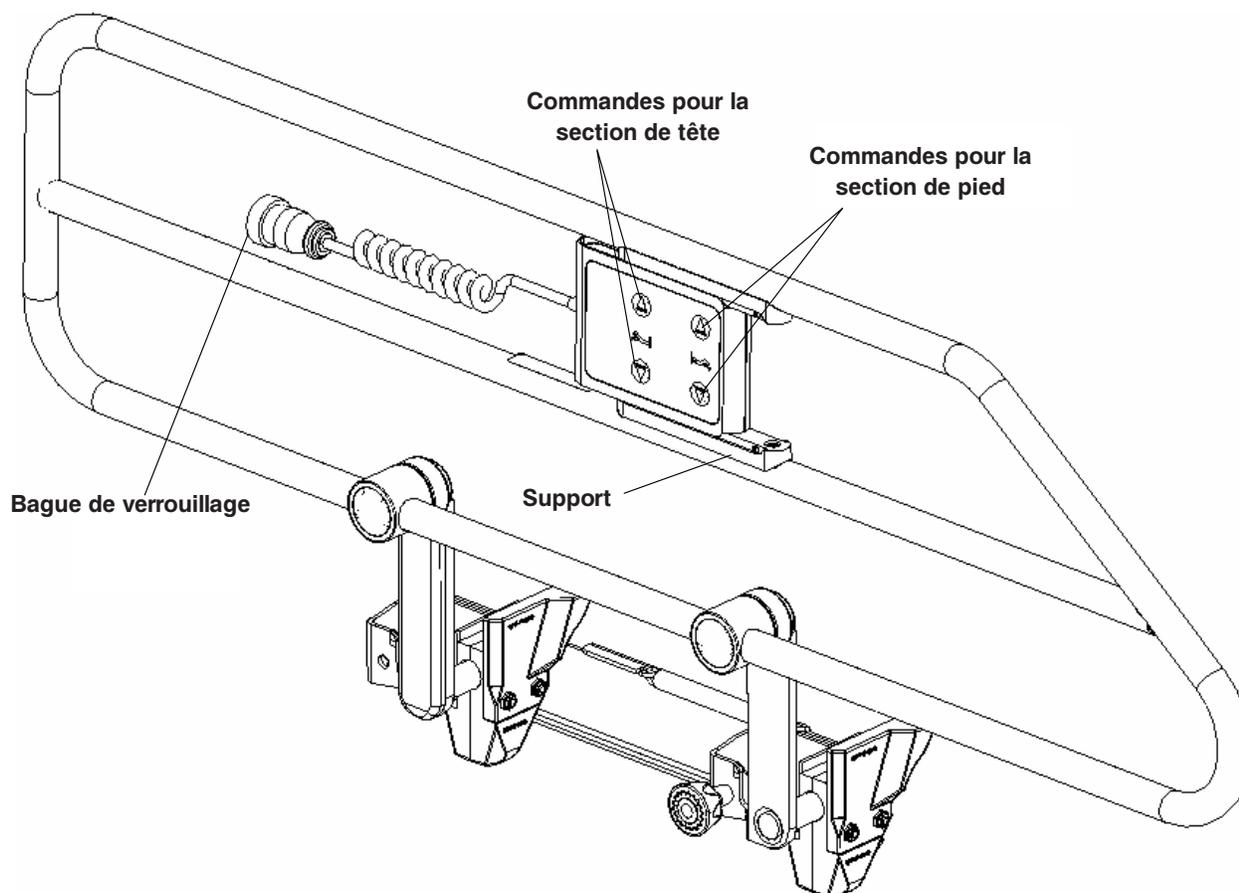

Figure 1
1. Branchez le connecteur du câble dans le réceptacle conçu à cet effet sous la section de tête, d'un côté ou l'autre du lit. Serrez la bague de verrouillage (voir Figure 1).
Référez-vous à la figure 1 pour connaître la fonction de chaque bouton.